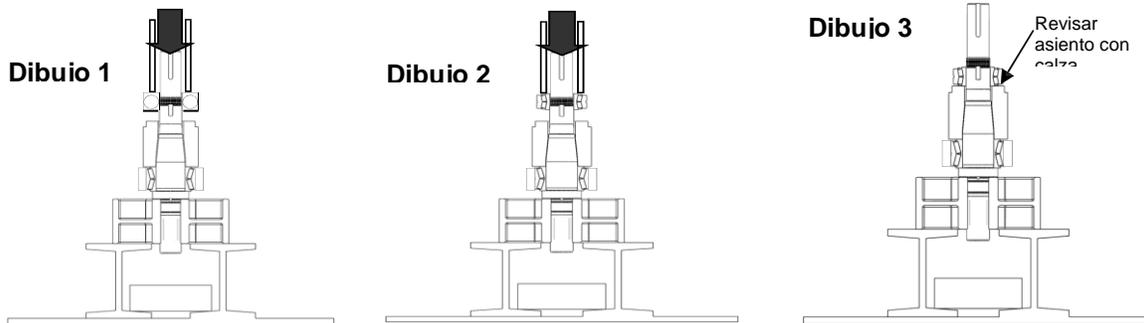

Figura 37: Presionar cojinete trasero sobre el eje
- Para los modelos de bombas con cojinetes de una bola, aplique una ligera capa de lubricante en el eje. Abra el nuevo ensamble de cojinetes traseros y colóquelo sobre el eje por encima del espaciador de cojinetes con el lado protegido del cojinete de cara al espaciador (Figura 37, Dibujo 1). Presione el cojinete presionando sólo en la pista interior.
- Para los modelos de bombas con cojinetes de rodillos cónicos, aplique una ligera capa de lubricante en el eje. Abra el nuevo ensamble de cojinete trasero y no intercambie ninguna pieza. Coloque el cojinete trasero sobre el eje por encima del espaciador del cojinete (Figura 37, Dibujo 2). Consulte la Tabla 5 para ver la fuerza requerida (en toneladas) para presionar el cojinete sobre el eje. Usando una manga que se apoye en el cono interior del cojinete y se desplace sobre el eje, presione el cojinete hasta que se asiente contra el espaciador.
Asegúrese de que el cojinete se apoye en el espaciador del cojinete usando una calza (Figura 37, Dibujo 3).